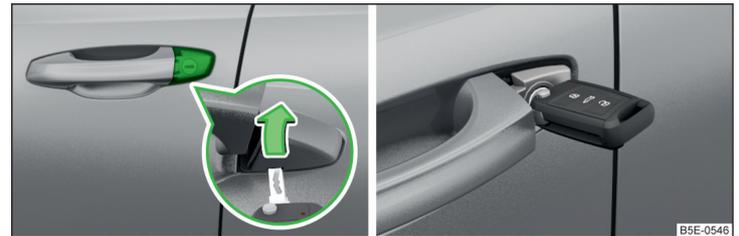

Abb. 335 Griff an der Fahrtür: Schlossabdeckung aufklappen / Schließzylinder mit Schlüssel
- Den Schlüssel in die Aussparung an der Unterseite der Abdeckung einschieben und die Abdeckung in Pfeilrichtung aufklappen » Abb. 335.
- Bei Fahrzeugen mit **Linkslenkung** den Schlüssel mit herausklappbarem Schlüsselbart **mit den Tasten nach oben gerichtet** » Abb. 335 in den Schließzylinder stecken und das Fahrzeug ent-/verriegeln.